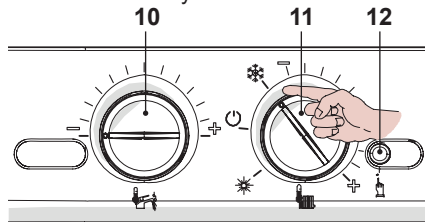

Рисунок 5.52
- Прежде чем включить электропитание котла, установите регуляторы 10 и 11, как показано на Рисунок 5.52.
- Чтобы настроить время пост-циркуляции насоса, войдите в режим программирования, нажав и удерживая в течение 15 секунд кнопку перезапуска 12, см. Рисунок 5.52, пока на ЖК-дисплее не появится параметр **P01**; на ЖК-дисплее последовательно отобразятся следующие символы (параметр **P01** будет загораться поочередно с ---).
Нажмите кнопку перезапуска, см.12 на Рисунок 5.52, и пролистайте параметры до P11, предназначенного для настройки пост-циркуляции насоса. На ЖК-дисплее последовательно отобразятся следующие символы (параметр **P11** будет загораться поочередно с 44).
Чтобы изменить настройку, поверните регулятор температуры контура горячего водоснабжения, см.10 на Рисунок 5.52 и установите его на выбранное время, см. Рисунок 5.56.